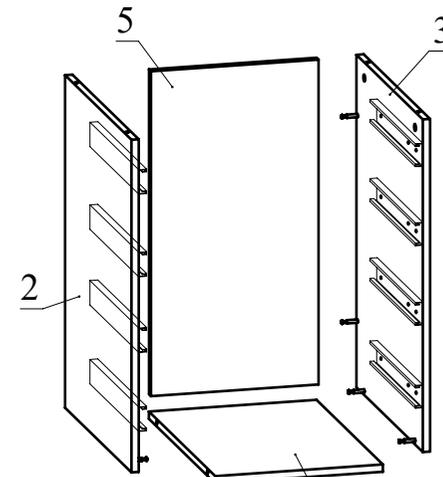

Рис.6
5. Соедините детали согласно схеме, затягивая головки минификсов конфирматным ключом (Рис. 6).